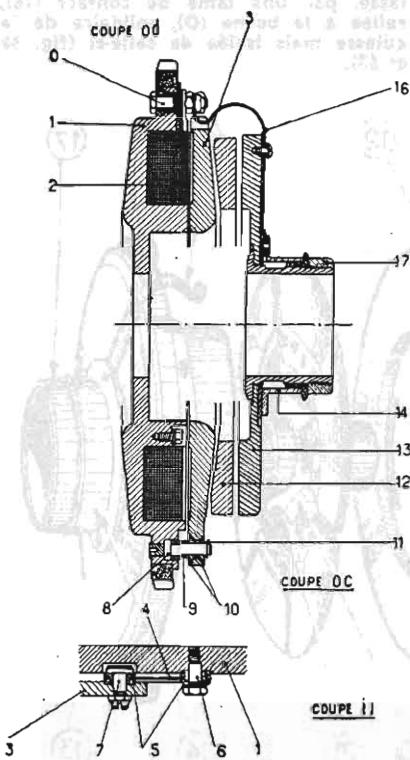

Fig. 53. — Coupes suivant od, oc, oi.
b) En regard de la culasse et solidaire de celle-ci en rotation, se trouve une armature (3), également en acier spécial magnétique ; le montage de l'armature lui permet de légers déplacements longitudinaux.
En effet, elle est fixée sur la culasse, par l'intermédiaire de trois languettes (4) (fig. 53 - II), en acier à ressort, disposées tangentiellement, de façon à travailler à la traction, quand l'armature est entraînée par la culasse et à en réaliser le centrage. Sur chacune des languettes sont serties des rondelles en matériau amagnétique ; elles sont fixées sur la culasse, d'une part à
Les déplacements longitudinaux de l'armature sont sollicités par trois ressorts (9) (fig. 53 - OC), montés sur trois colonnettes (8) en métal amagnétique, fixées sur la culasse. L'appui des ressorts sur l'armature est réalisé par l'intermédiaire de bagues amagnétiques (10) à collerettes, et le recul de celle-ci est limité par les freins d'axes (11).